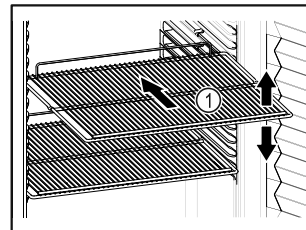

Fig. 52 Immagine a titolo di esempio
- Se è possibile spostare i ripiani Fig. 52 (1), regolarli in altezza.